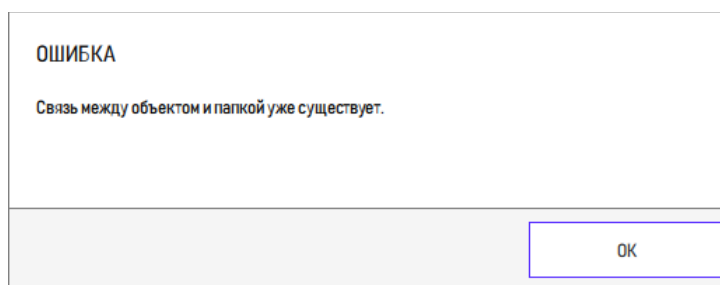

Рисунок 140 – Сообщение о существовании связи объекта с папкой
20) В случае если выбрана папка, в которой находится объект, созданный ранее с аналогичным обозначением, то открывается информационное сообщение (рисунок 140).